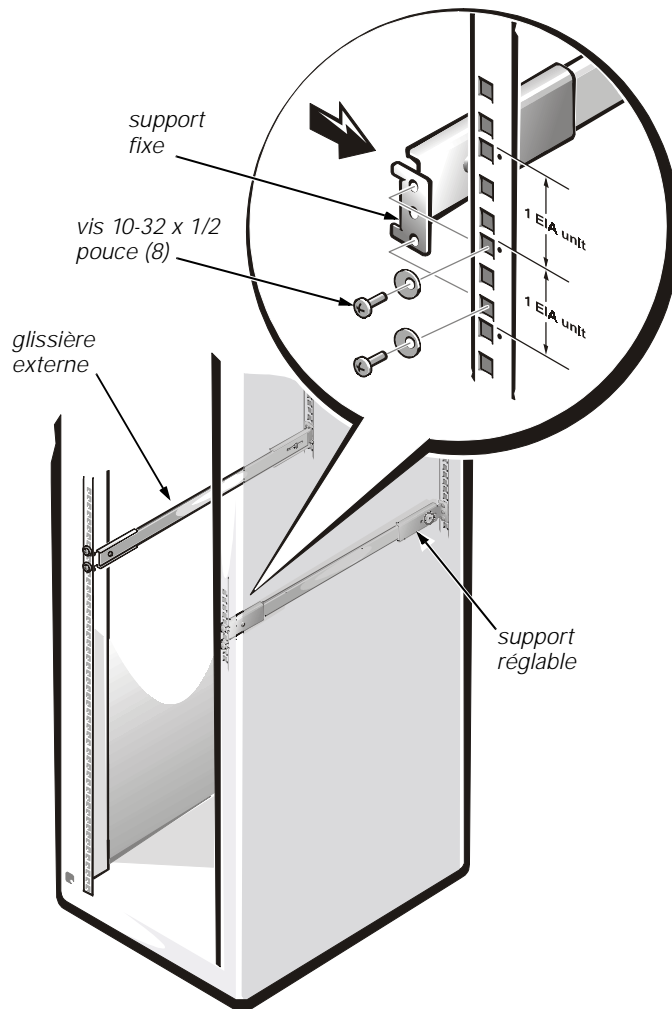

Figure 2-4. Montage des glissières externes sur le rack
Les supports fixes se montent sur le devant du rack. Les supports réglables se montent à l'arrière. Le trou du haut de chaque support doit être aligné avec le trou du haut d'une unité EIA (Electronic Industry Association [Association de l'industrie électronique]) dans le rack. Il y a un point à côté du trou supérieur d'une unité EIA (voir la figure 2-4).
2. À l'aide de quatre vis 10-32 x 1/2 pouce et de quatre rondelles effilées, montez chaque glissière externe dans le rack, comme l'illustre la figure 2-4.